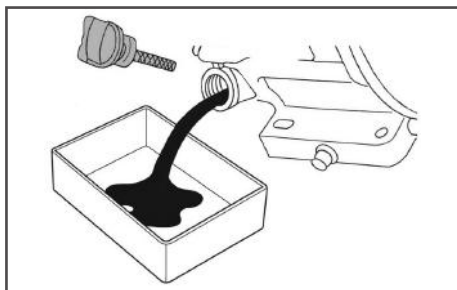

Рис. 14 Замена моторного масла
6. Подставьте под маслозаливную горловину ёмкость для масла, после чего с помощником наклоните виброплиту с помощью рабочих рукояток в сторону задней маслозаливной горловины двигателя и слейте отработанное масло через маслозаливную горловину в подготовленную для этого емкость (Рис. 14).